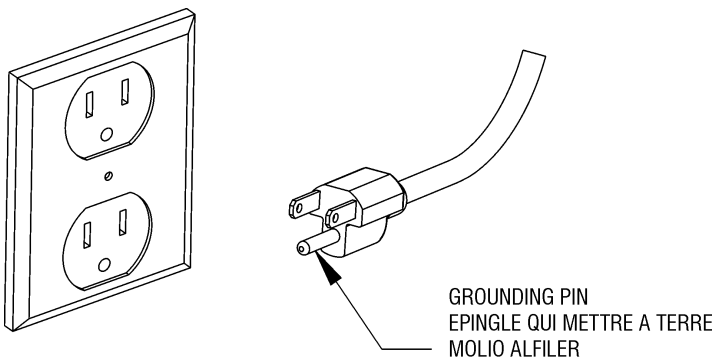

Figure 2 • Figure 2 • Figura 2
**GROUNDING INSTRUCTIONS:** This appliance should be grounded to minimize the possibility of electric shock. This appliance is equipped with an electric cord having an equipment grounding conductor and a grounding-type plug. The plug must be plugged into an outlet that is installed and grounded in accordance with all appropriate codes and ordinances. This appliance is for use on a normal 120 volt circuit, and has a grounding plug that looks like the plug illustrated in Figure 2. This pump should not be used with a three to two grounding adaptor.
**INSTRUCTIONS DE MISE À LA TERRE :** Cet appareil doit être mis à la terre afin de réduire les risques de chocs électriques. Cet appareil est muni d'un cordon électrique avec conducteur de mise à la terre et d'une fiche à trois broches. La fiche doit être insérée dans une prise de courant avec mise à la terre qui respecte tous les codes et règlements appropriés. Cet appareil comporte une fiche avec mise à la terre qui ressemble à celle illustrée à la Figure 2 et doit être branché à un circuit normal de 120 volts. Ne pas utiliser d'adaptateur permettant de contourner la mise à la terre avec cette pompe.